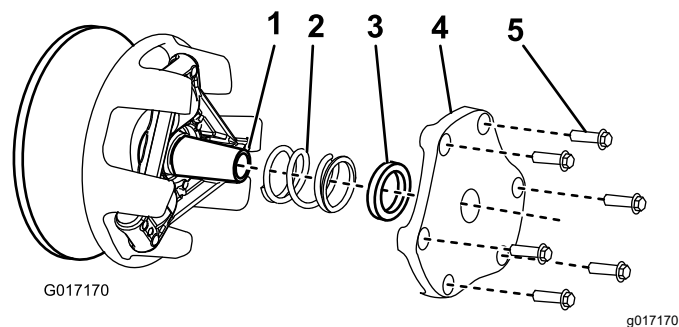

Figura 50
4. Riponete il carter, il distanziale e la molla (Figura 50).